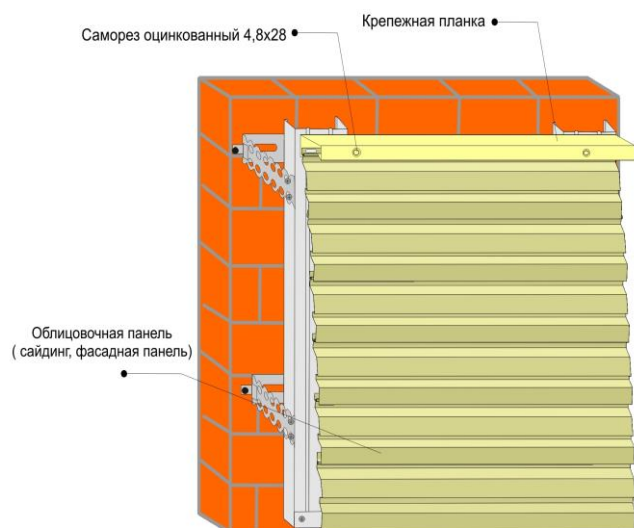

Рис.10 Завершение монтажа: обрамление крепежной планкой
- Сначала примерьте панель, чтоб края выступали с обеих сторон оконного проема. Затем отметьте на ней ширину окна, добавив 6-10 мм. Полученные отметки покажут места вертикальных отрезков. (рис. 10а)